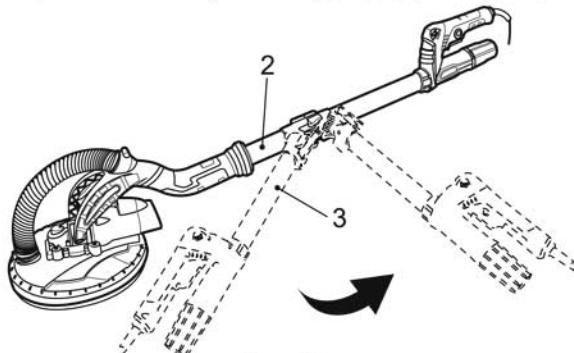

Рис. 1
- > Полностью разложите верхнюю трубку (3) в сторону нижней трубы (2) (Рис. 1).